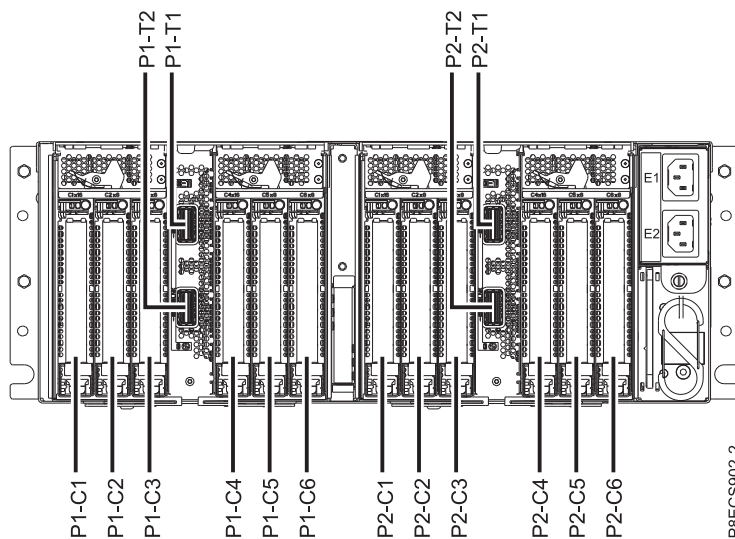

Figura 15. Ubicaciones de las ranuras de adaptador PCIe en el cajón de expansión PCIe3
2. Determine la ranura en la que desee instalar un adaptador PCIe. Consulte Reglas de ubicación del adaptador PCIe y prioridades de las ranuras para el cajón de expansión de E/S Gen3 PCIe. Las ranuras de adaptador PCIe se encuentran en la bahía del módulo de E/S instalada en la parte posterior del cajón de expansión PCIe3. Figura 15 muestra los códigos de ubicación del adaptador PCIe.